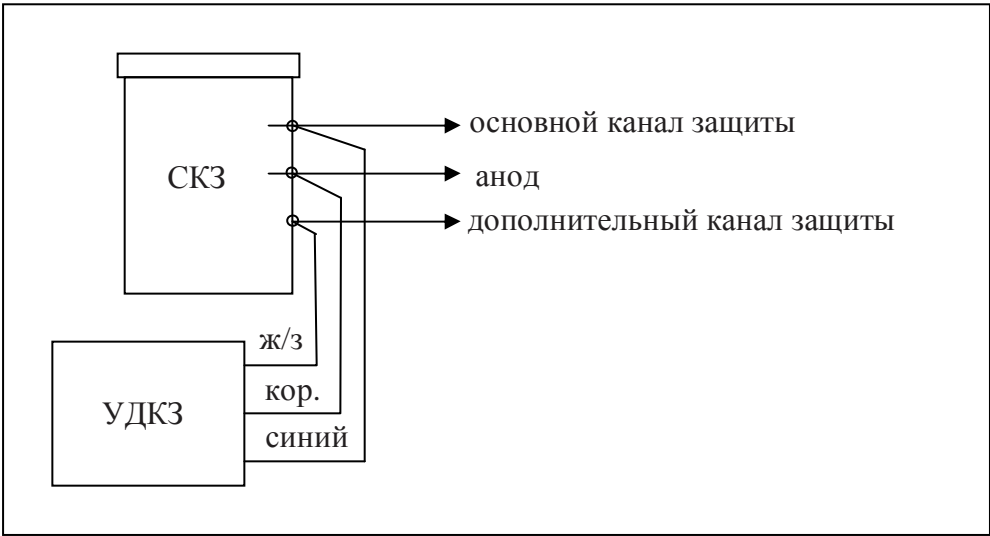

Рис. 1 Схема подключения УДКЗ
- подключить УДКЗ к дополнительному объекту в соответствии с рис. 1;